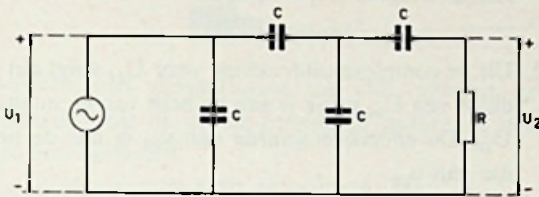

Fig. 1
- 1 Van de generator in fig. 1 mag de inwendige impedantie worden verwaarloosd. De vier condensatoren zijn gelijk: $C = 1 \mu\text{F}$. De weerstand R is $1,5 \text{ k}\Omega$.